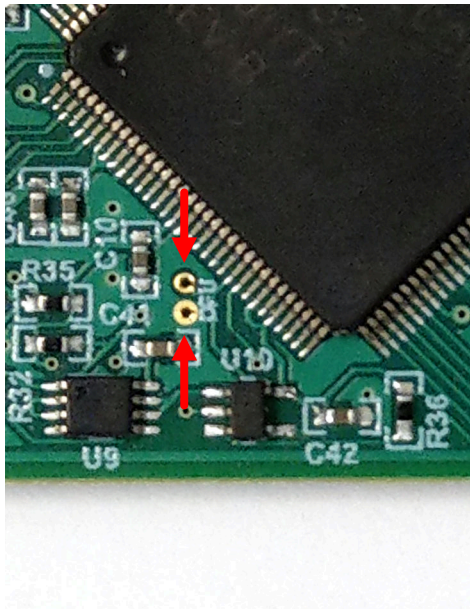

图 3-3. 用于手动进入 DFU 模式的测试点
- 使用一对镊子（或导线）短接标记为 **DFU**（如图 3-3 所示）的两个测试点时，按下并松开复位 (RST) 按钮。